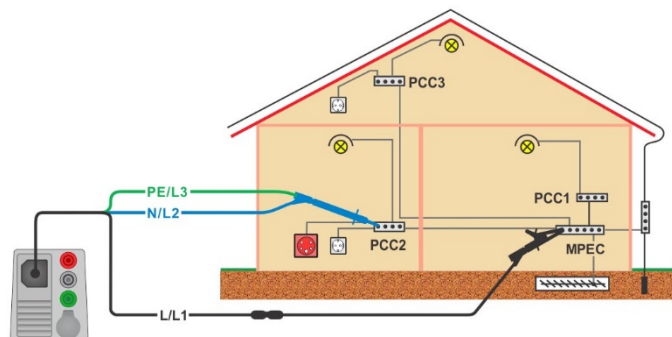

Abbildung 7.17 Anschluss der 3-Leiter-Prütleitung und der optionalen 40 m Messleitung BENNING TA 5 (044039)
- › Schließen Sie die Prüfleitungen an, siehe **Abbildung 7.17**.